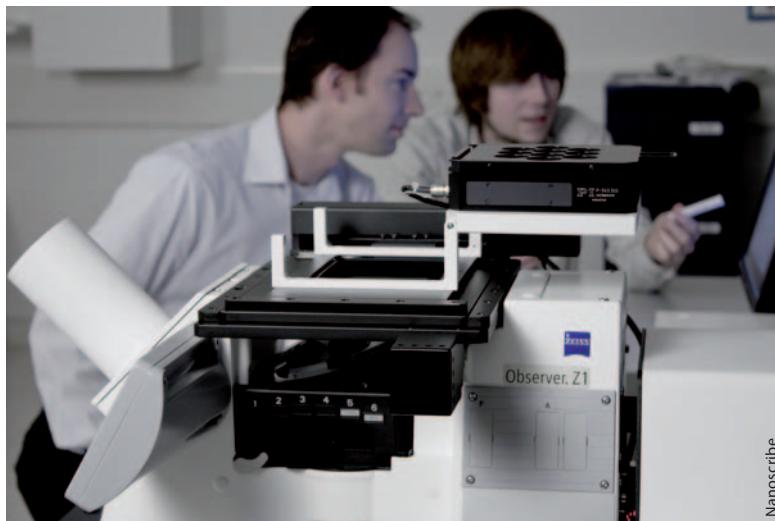

Abb. 1 Laserlithografiegerät zur Herstellung dreidimensionaler Mikro- und Nanostrukturen.
Zukunftsweisend ist das neuartige 3D-Lithografieverfahren der Firma Nanoscribe GmbH (Abb. 1). Es ermöglicht, vollautomatisch nahezu beliebige dreidimensionale Mikro- und Nanostrukturen zu realisieren, wie sie beispielsweise die optischen Technologien von morgen benötigen. Dabei ist die Funktionsweise des Lithografieverfahrens, das sich für eine Vielzahl
Die Feinjustierung der laserlithografisch hergestellten Proben übernimmt ein Piezo-Nanopositioniersystem der Firma Physik Instrumente (PI), Karlsruhe (Abb. 1). Zur hohen Positioniergenauigkeit trägt der Aufbau als parallelkinematisches Mehrachssystem bei: Treibende Kraft der Nanopositioniersysteme sind vorgespannte Piezoaktoren, die in ein reibungsfreies